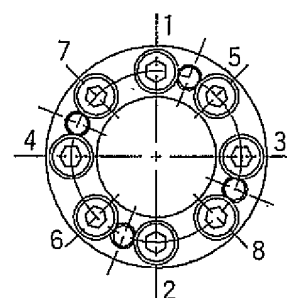

図5 ボルトの締付け順序例
3. 所定の深さまで挿入後、ボスと軸との相対位置(円周上、軸線上)を決め、トルクレンチ目盛を締付トルク MA (締付トルク MA は表 1 を参照) の $1/4$ 程度に合わせ、締付ボルトをほぼ対角線上に順次締付けてください。(図 5 参照)